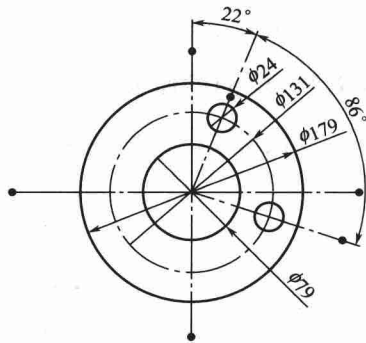

图 1-14 绘制中心线和圆(二)
⑦ 单击“草图”工具栏上的“中心线”按钮绘制一条与步骤⑥绘制的中心线成 86° 夹角的中心线，单击“草图”工具栏上的“圆”按钮，以此中心线与步骤⑤绘制的圆的交点为圆心绘制直径为“24”的圆，效果如图 1-14 所示。